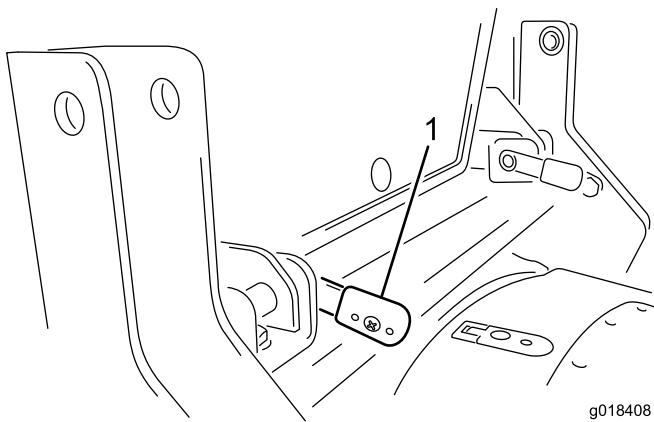

Figura 17
4. Quando as alavancas estiverem totalmente inseridas, rode-as para trás para as bloquear na posição (Figura 17).